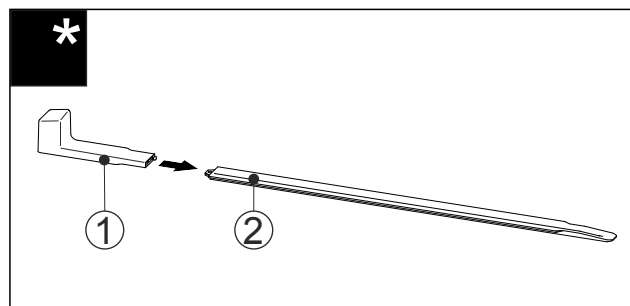

Fig. 59
- ▶ Uchwyt montażowy Fig. 59 (1) podłączyć do szyny niwelującej Fig. 59 (2).